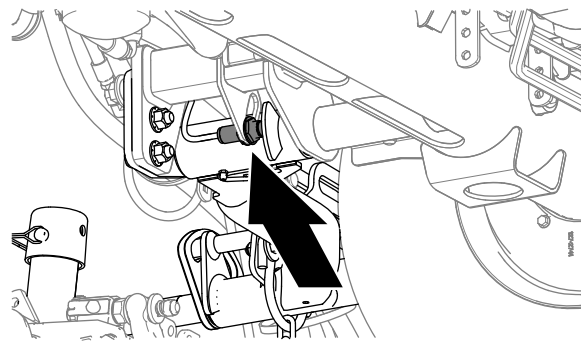

Figure 51
2. Le contacteur des bras de levage se trouve sous le réservoir hydraulique, vers l'intérieur du bras de levage de l'unité de coupe n.° 5 (Figure 51).